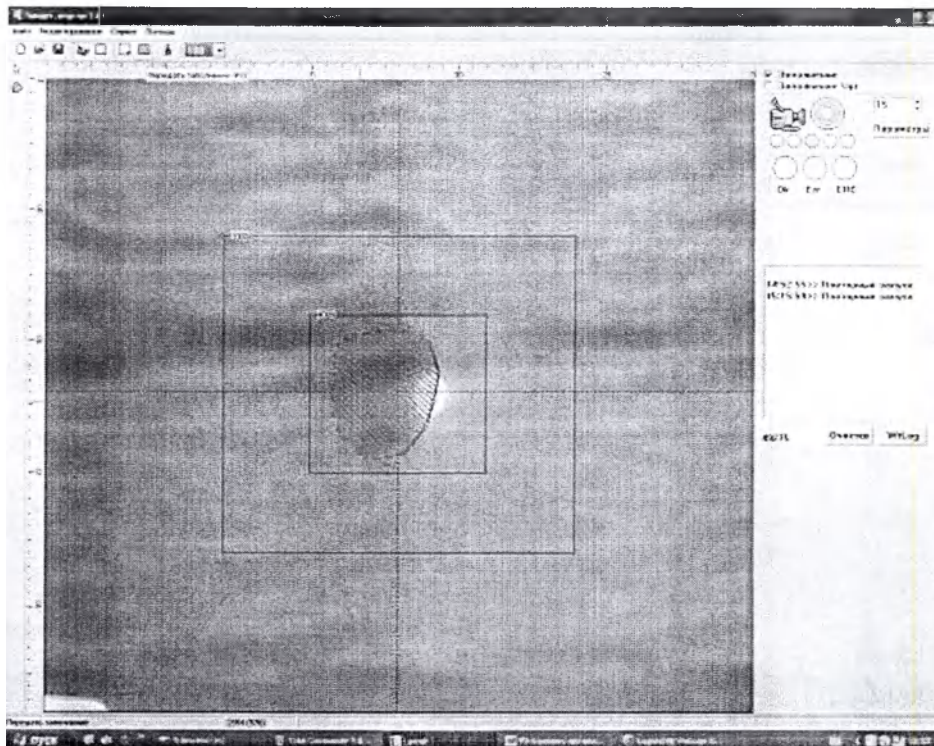

Рисунок 40
- установить на пульте управления аппарата требуемые режимы обработки, нажать в панели инструментов кнопку «Передать заполнение» (см. рисунок 40) и нажать на педаль.